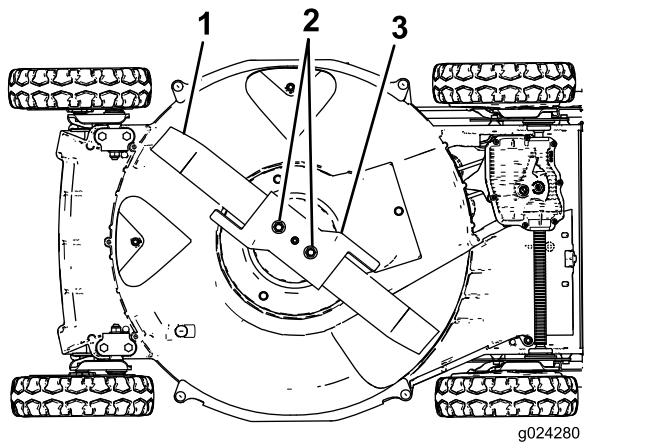

Figura 28
5. Înclinați mâna pe partea **dreaptă** (filtrul de aer orientat în sus), așa cum este ilustrat în Figura 28.